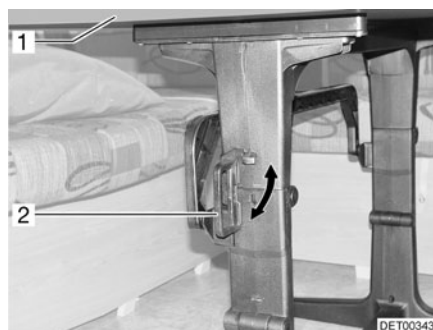

Fig. 62 Dispositif de verrouillage table pivotante à monture en plastique
- Tourner la poignée (Fig. 62,2) en position horizontale.
- Faire pivoter le plateau de table (Fig. 62,1) vers le bas, dans un arc de cercle.